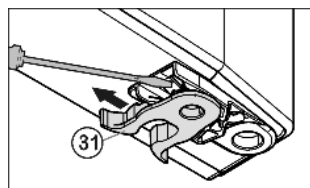

Fig. 11
- ▶ Przenieść zacisk sprężynowy Fig. 11 (31). Zatrząsk przycisnąć w dół, przy tym zdjąć zacisk sprężynowy.